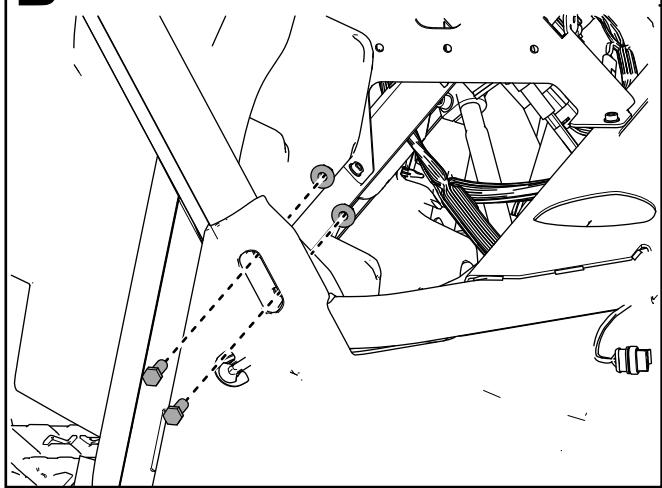

Bild 44
10. Befestigen Sie die rechte, vordere Überrollbügelbaugruppe mit zwei Sechskantschrauben ($\frac{3}{8}$ " x 1¼") und zwei Sicherungsmuttern ($\frac{3}{8}$ ") lose an der rechten Überrollbügelhalterung, wie in Bild 44 dargestellt.